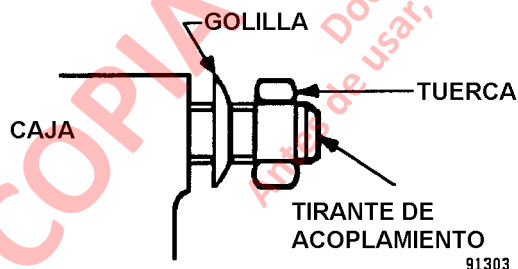

FIGURA 8-3. MONTAJE TIRANTE DE
4. Monte los cuatro tirantes de acoplamiento con la golilla combada entre la tuerca y la caja (Figura 8-3).